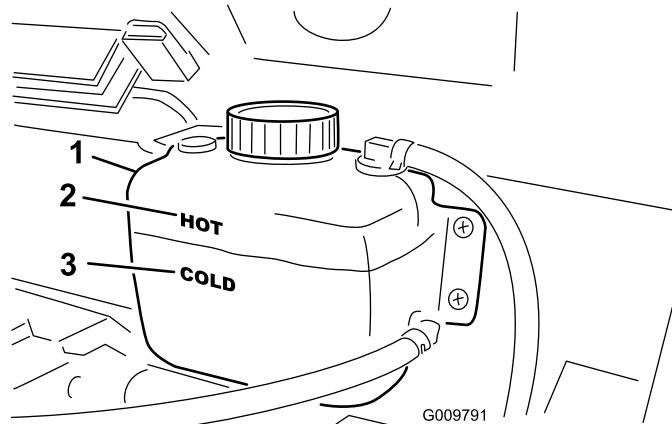

Рисунок 18
- Проверяйте уровень охлаждающей жидкости на стороне расширительного бачка (Рисунок 18). На холодном двигателе охлаждающая жидкость должна доходить до линии Cold (Холодная).